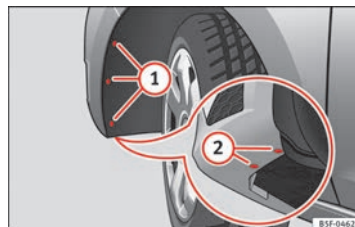

Fig. 193 Faro antiniebla: acceso al conector y al portalámparas.
- Retire los 3 tornillos ① ⇒ fig. 193 del interior del pasarrueda y los 2 tornillos inferiores ② ⇒ fig. 193 del parachoques, precisando para ello de un destornillador.